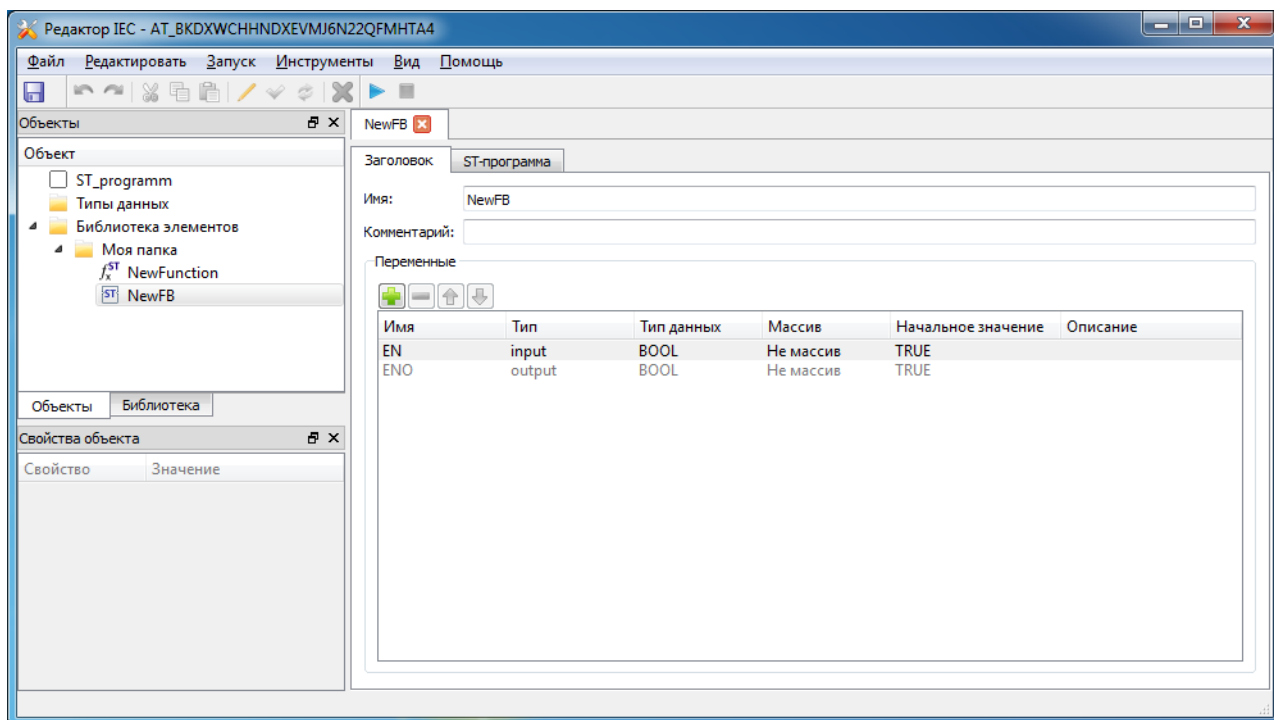

Рисунок 3.97 - Вкладка Заголовок окна редактирования функционального блока
- **Заголовок** - интерфейс функционального блока (см. рис. 3.97);